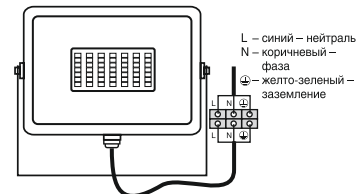

Рис. 1 Схема подключения прожектора к сети электропитания
6.3 Подключение светодиодных прожекторов TM IONICH должно производиться при выключенном электропитании, согласно схеме представленной на **рис. 1**.